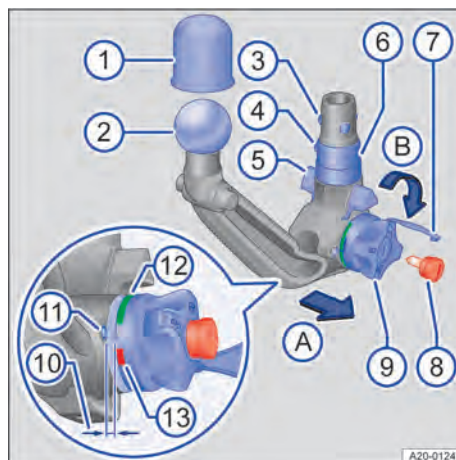

Fig. 162 Vue d'ensemble : Boule d'attelage amovible
4. Retirez le cache → fig. 162 ⑦ de la serrure sur la molette.
5. Insérez la clé → fig. 162 ⑧ dans la serrure et tournez-la dans le sens inverse des aiguilles d'une montre.
6. Maintenez la boule d'attelage → fig. 162 ② à une main → .
7. Tirez la molette → fig. 162 ⑨ dans le sens de la flèche  avec l'autre main et maintenez-la dans cette position.
8. Tournez la molette → fig. 162 ⑨ dans le sens de la flèche  jusqu'en butée.
9. Maintenez la molette → fig. 162 ⑨ dans cette position et retirez la boule d'attelage  du logement par le bas. La boule d'attelage s'enclenche et est armée.
2. De l'autre main, faites tourner la molette → fig. 162 ⑨ dans le sens de la flèche  jusqu'en butée.
3. Appuyez sur la boule → fig. 162 ④.
4. Faites tourner la molette → fig. 162 ⑨ dans le sens inverse des aiguilles d'une montre.
5. Relâchez la boule → fig. 162 ④. La molette n'est plus en saillie par rapport à la boule d'attelage. La boule d'attelage est alors désarmée.
6. Faites tourner la clé → fig. 162 ⑧ dans le sens des aiguilles d'une montre et retirez-la. Placez la clé dans le bac de rangement.
7. Fermez le cache de serrure → fig. 162 ⑦.